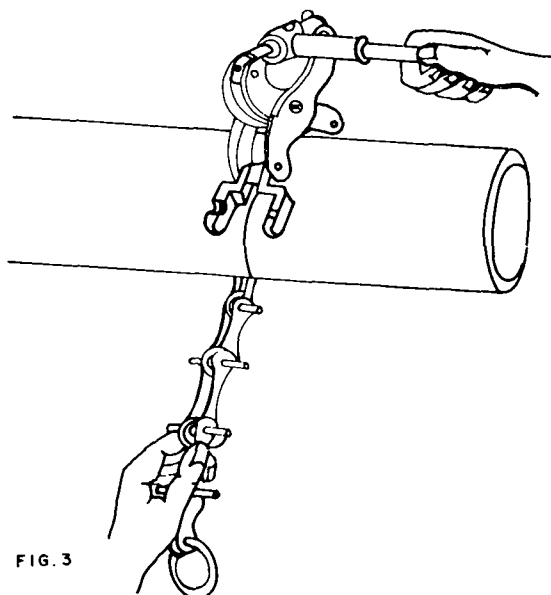

FIG. 3
4.º Passo — Apoie o aparelho sobre o traço de referência do tubo, passando a corrente por baixo (fig. 3).